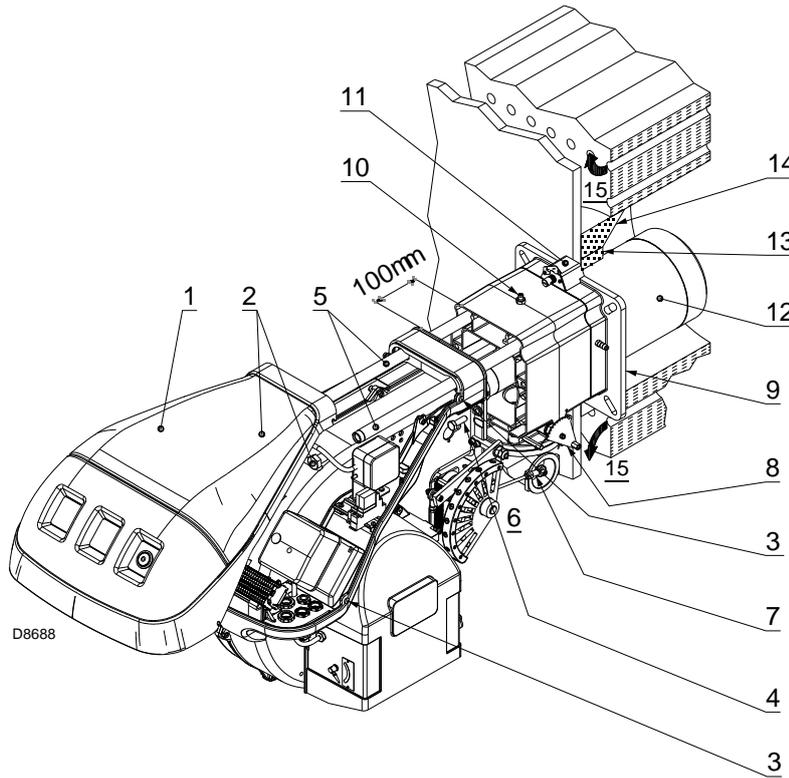

图 12
燃烧筒 12)(图 12) 长度的选择必须符合锅炉制造商的要求, 在任何情况下都应长于锅炉炉门安装炉补后的厚度。
带前烟道 15)(图 12) 或中心回焰式炉膛的锅炉其使用耐火材料制成的保护性炉补 13) 必须装于锅炉炉补 14) 和燃烧筒 12) 之间。
从燃烧器上取下燃烧头，如图 12 所示。
一旦上述操作 (如必要) 已经完成，固定法兰 11)(图 12) 到锅炉钢板，并在中间插入随附的隔热垫 9)(图 12)。
- ▶ 将燃烧器重新装回到滑杆 3) 上，距管路连接处 4) 约 100mm，此时燃烧器位置如图 12 所示；